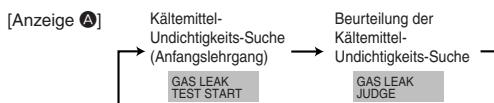

Fig. 8-2
- ② Drücken Sie die **CLOCK** -Taste und wählen Sie [GAS LEAK TEST START] (START DES GASUNDICHTIGKEITS-TESTS). (Fig. 8-2)